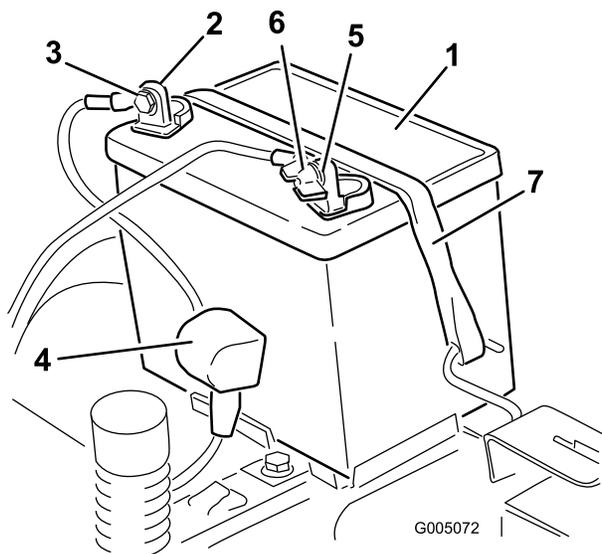

Figure 35
4. Débranchez le câble négatif (noir) de mise à la masse de la borne de la batterie (Figure 35). Mettez les fixations de côté.
5. Repoussez le capuchon en caoutchouc sur le câble positif (rouge). Débranchez le câble positif (rouge) de la borne de la batterie (Figure 35). Mettez les fixations de côté.
6. Déposez la barrette de maintien de la batterie et soulevez la batterie de son support (Figure 35).
1. Placez la batterie dans son support (Figure 35).
5. Fixez la batterie en place à l'aide de la barrette de maintien (Figure 35).